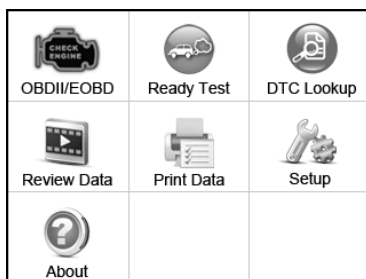

Figure 6.1
- Utilisez les touches de défilement **HAUT/BAS** et **GAUCHE/DROITE** pour sélectionner **Test de Préparation** dans l'écran principal (Figure 6.1), puis appuyez sur la touche **OK**.